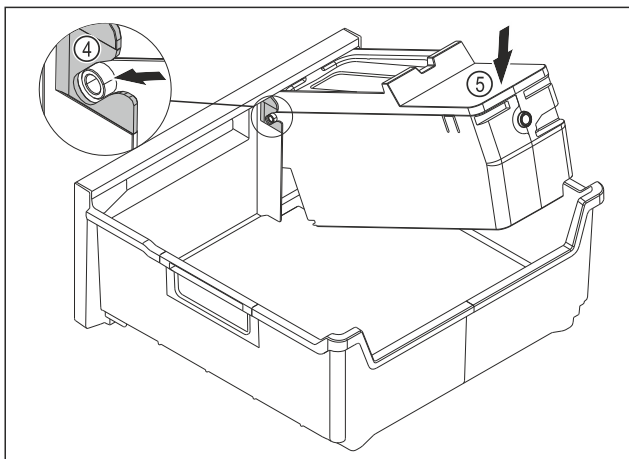

Fig. 86
- ▶ Montáž korpusu EasyTwist-Ice: Osi korpusu EasyTwist-Ice zasuniete do vedení Fig. 86 (4).
- ▶ Zatiačte korpus EasyTwist-Ice Fig. 86 (5) zozadu smerom nadol.